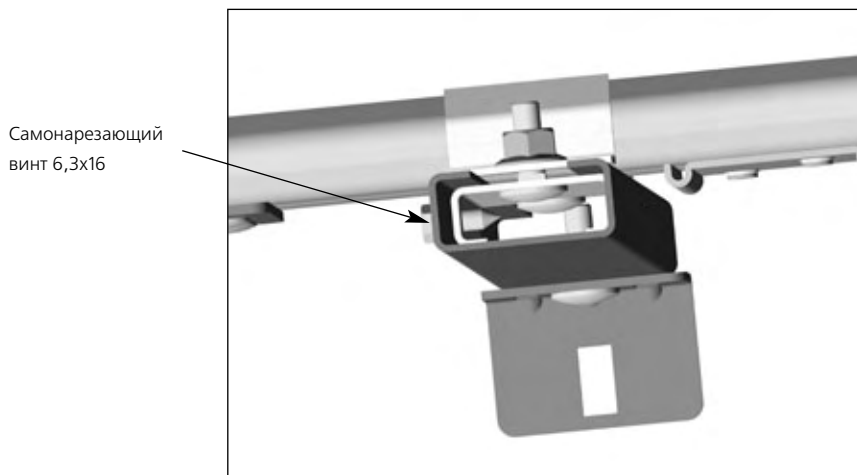

Рис. 21. Подвес задний. Вид снизу
- 12) Просверлить отверстие диаметром 5 мм в боковых полках С-образного кронштейна и кронштейна подвеса. В полученное отверстие завернуть самонарезающий винт 6,3x16. Данная операция выполняется для заднего подвеса горизонтальных направляющих (рис. 21).